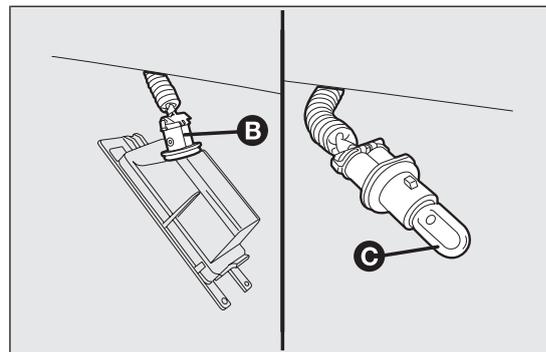

fig. 173
- girar hacia la derecha el portalámpara B fig. 173;